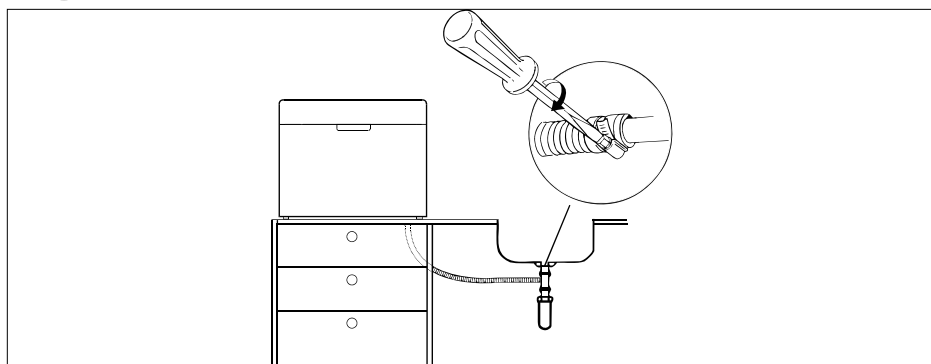

Afb. 6
- ▶ Sluit de afvoerslang aan op de sifon (voor wasmachines) van de afvoerpijp onder de gootsteen. Zorg voor voldoende verval van de waterafvoerslang. Het apparaat moet minstens 4 cm boven de afvoer worden geplaatst (zie **afb. 6, A**).
- ▶ U kunt de afvoerslang ook in een afvoerpijp steken. Hang de slang zodanig in de afvoerpijp dat deze niet kan losraken en dat het water ongehinderd direct naar beneden loopt (zie **afb. 6, B**).